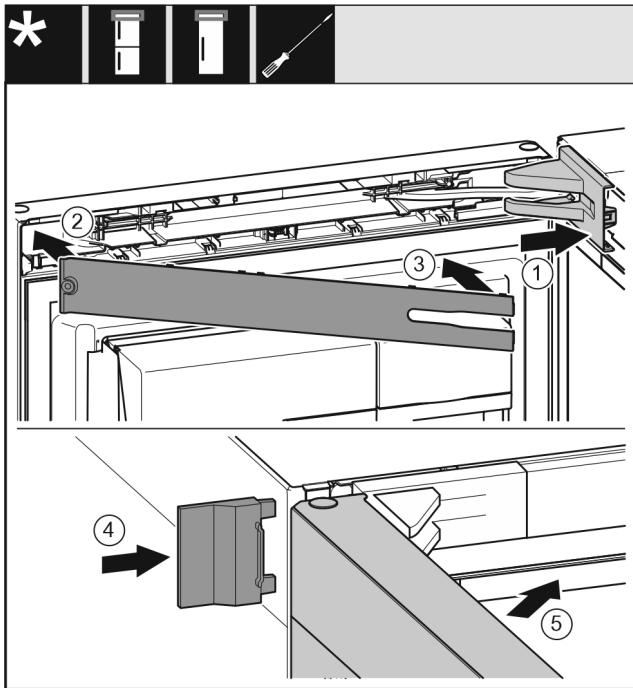

Fig. 73
- ▶ Applicare e innestare la copertura del blocco di supporto Fig. 73 (1), eventualmente staccarle l'una dall'altra con cautela.
- ▶ Applicare la maschera Fig. 73 (2).
- ▶ Ruotare verso l'interno la maschera Fig. 73 (3) e innestarla.
- ▶ Applicare la copertura esterna Fig. 73 (4).
- ▶ Chiudere la porta superiore Fig. 73 (5).